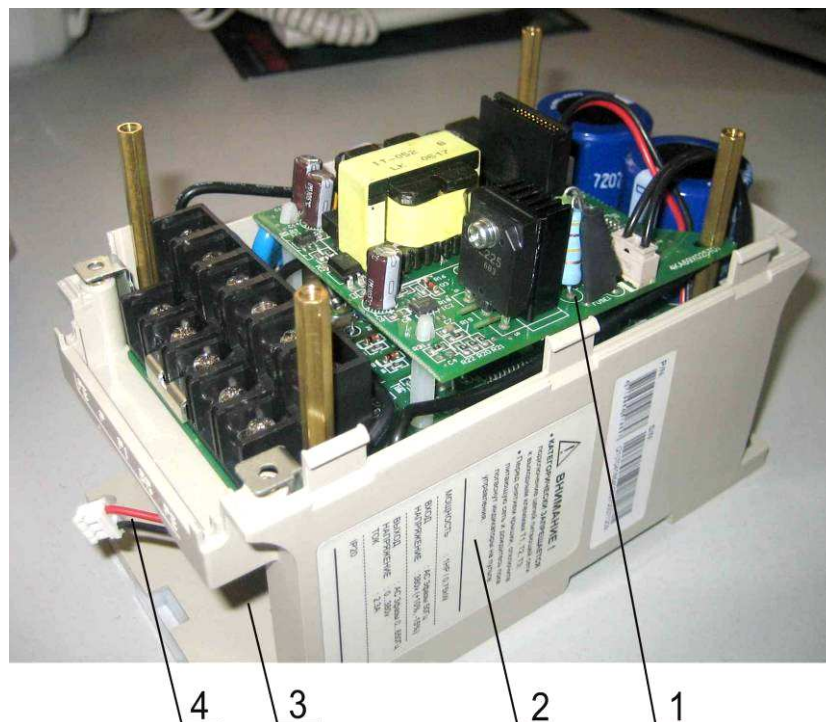

Рис. 7.18
- 7.5.1. Установить модуль ПЧ в основание корпуса 2 (рис. 7.18).
7.5.2. Вывести кабель 4 в окно 3 в основании корпуса 2 (рис. 7.18).